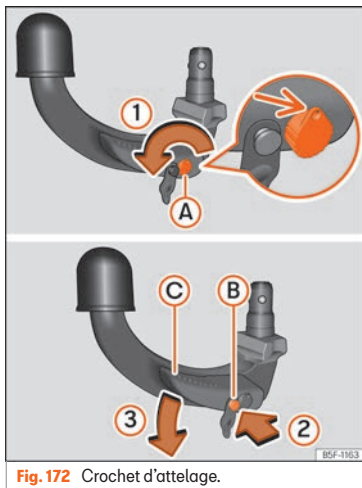

Fig. 172 Crochet d'attelage.
- Insérer et tourner la clé dans le sens de la flèche » fig. 172 (1) jusqu'à ce que le trou de la clé soit orienté vers le haut (flèche).
- Appuyez sur la broche de déverrouillage » fig. 172 (B) dans le sens de la flèche (2) et appuyez simultanément sur le levier (C) dans le sens de la flèche (3) jusqu'en butée.